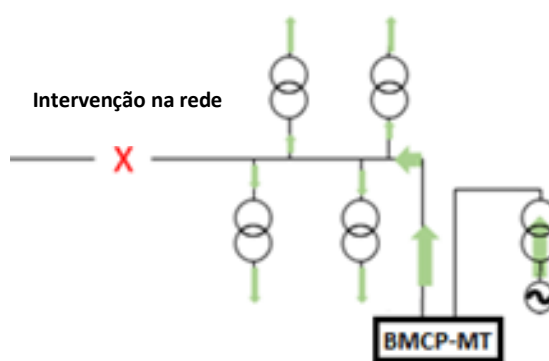

Figura 1
Assim, perante ocorrências na rede que afetam vários postos de transformação com cargas de valor reduzido, a injeção ao nível da rede MT revela-se como a opção mais eficiente e eficaz. É neste contexto que se concebeu um dispositivo, composto por equipamentos normalizados, que permite criar as condições de segurança necessárias para alimentar uma porção de rede de Média Tensão, quando explorada em ilha, quando alimentada por um Grupo Móvel de Socorro (GMS - tipicamente designado por gerador) ou por um Posto de Transformação Móvel (PT-Móvel), passando o transformador de potência (TP) respetivo a funcionar como elevador de tensão, conforme se pode observar na figura 1 que abaixo se reproduz.